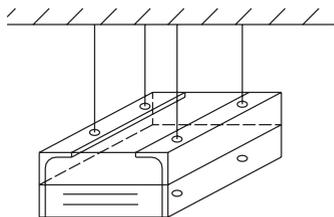

Fig. 6
- nivele a unidade e aperte-a com as porcas M8 (Fig. 6).